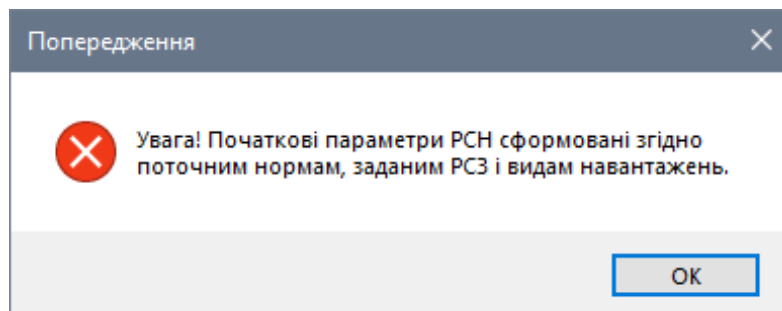

Рис. 19.21. Діалогове вікно Попередження
- У діалоговому вікні **Попередження** (рис. 19.21) натисніть кнопку **Ок**.